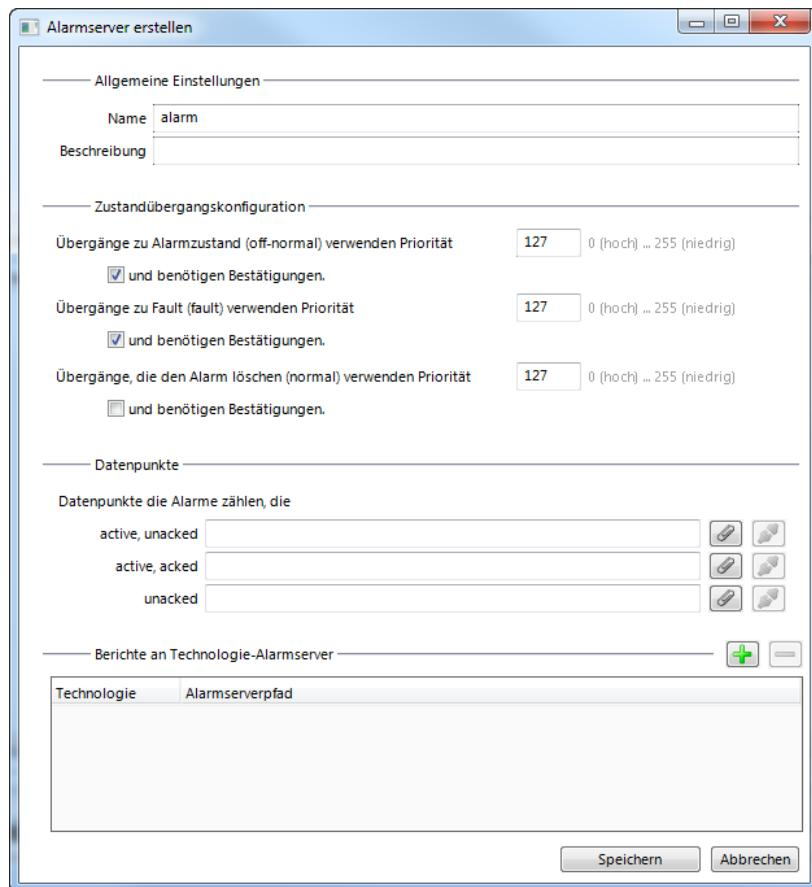

Abbildung 27: Dialog zum Erstellen eines neuen Alarmservers.
3. Im Dialog **Neuen Alarmserver erstellen** (dargestellt in Abbildung 27) geben Sie einen **Namen** und eine **Beschreibung** für den Alarmserver ein.